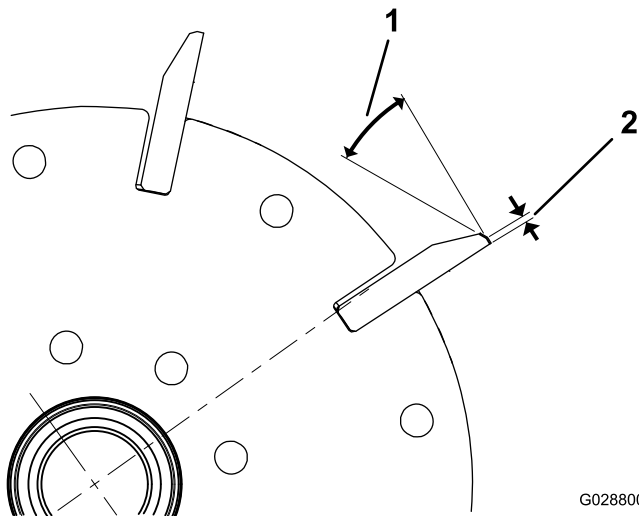

Bild 27
1. Tragen Sie einen Nachschliff von 30° auf alle Messerspindeln auf, bis die Kante 1,3 mm breit ist (Bild 27).